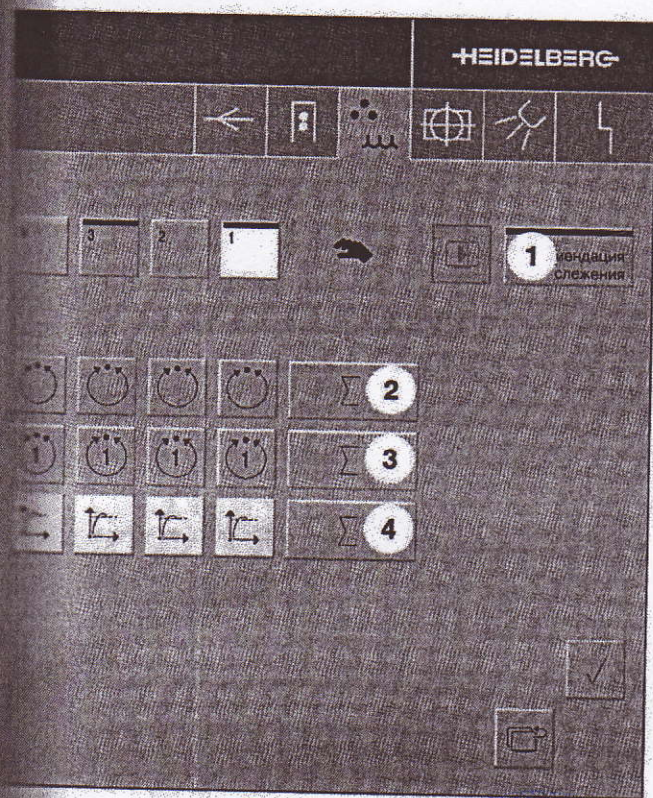

Рис. 76
- **Рекомендация слежения (Рис. 76/1)**
- **Автоматика слежения (Рис. 76/2)**
- **Управление слежением (Рис. 76/3)**
- **Ускоритель краски вкл./выкл. (Рис. 76/4)**